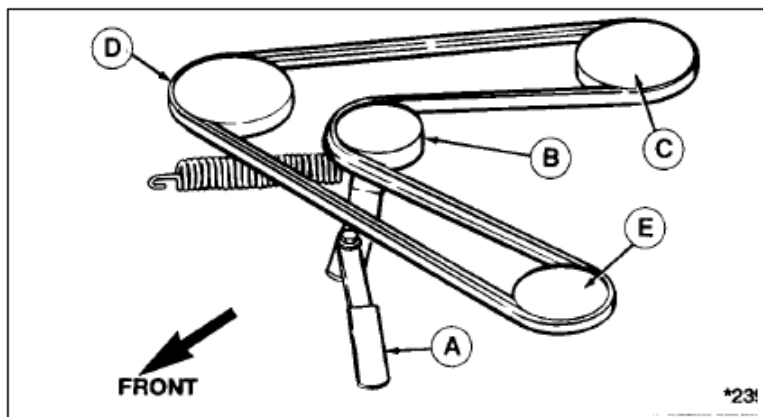

図 33 ベルトパターン 34” デッキ
2. デッキが取り外せない場合、刈高を一番低い位置にして下さい。アイドルプーリーアーム (A) を押し、ベルトテンションを緩めて下さい。アイドルプーリー (B) と PTO プーリー (C) からベルトを外します。
3. 左側のアーバーカバーを固定しながら、キャップスクリュー (D) を 3 本外します。
4. 軸プーリーから古いベルトを取り外し、新しいベルトを取り付けます。全ての軸プーリーに Vベルトの V 側がかかっているのと、アイドルプーリーに Vベルトの平らな面がかかっている事を確認して下さい。図 33 のベルトのパターンを確認して下さい。